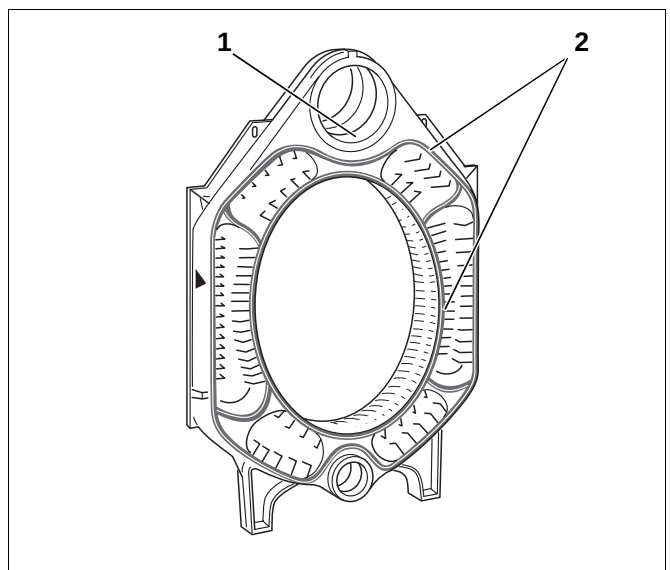

Fig. 14 Klargjøring av midtelementet
- Smør inn tetningsflatene på navene med mønje (fig. 14, **pos. 1**).
- Smør inn tetningsfjærene med heftmiddel (primer) (fig. 14, **pos. 2**).